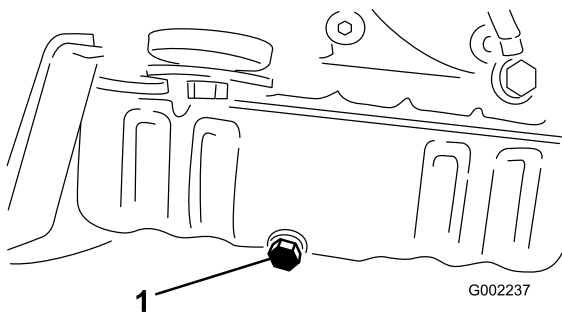

Bild 39
5. Nehmen Sie die Ablassschraube ab (Bild 39).